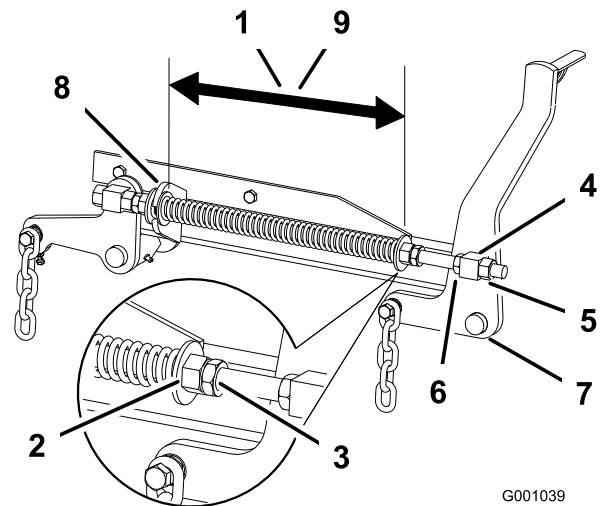

Figura 79
2. Compruebe la distancia entre las dos arandelas grandes, que debe ser de 26,7 cm (10-1/2 pulgadas) para plataformas de cortacésped de 60 pulgadas, o 29,2 cm (11-1/2 pulgadas) para plataformas de cortacésped de 72 pulgadas (Figura 79).
3. Ajuste esta distancia aflojando la contratuerca elástica y girando la tuerca que está delante de cada muelle (Figura 79). Gire la tuerca en el sentido de las agujas del reloj para acortar el muelle y en el sentido contrario a las agujas del reloj para alargar el muelle.
4. Fije la tuerca en la posición deseada apretando la contratuerca elástica (Figura 79).